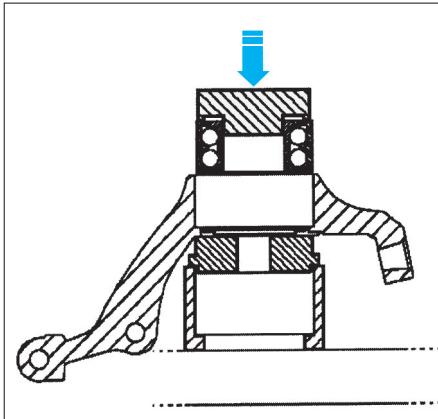

FIG. 15
- engager le roulement en prenant appui sur sa bague extérieure avec un mandrin de 79 mm de diamètre extérieur (fig. 15).